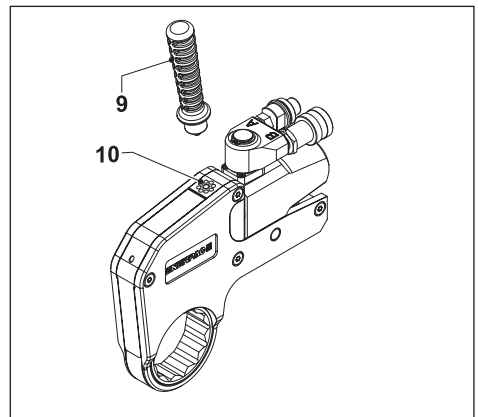

Fig. 3
3.2 Montagem do manípulo de posicionamento (fig. 3)
- Instale o manípulo de posicionamento (9) atarraxando totalmente a extremidade roscada no orifício roscado (10) na parte de cima do torquímetro.